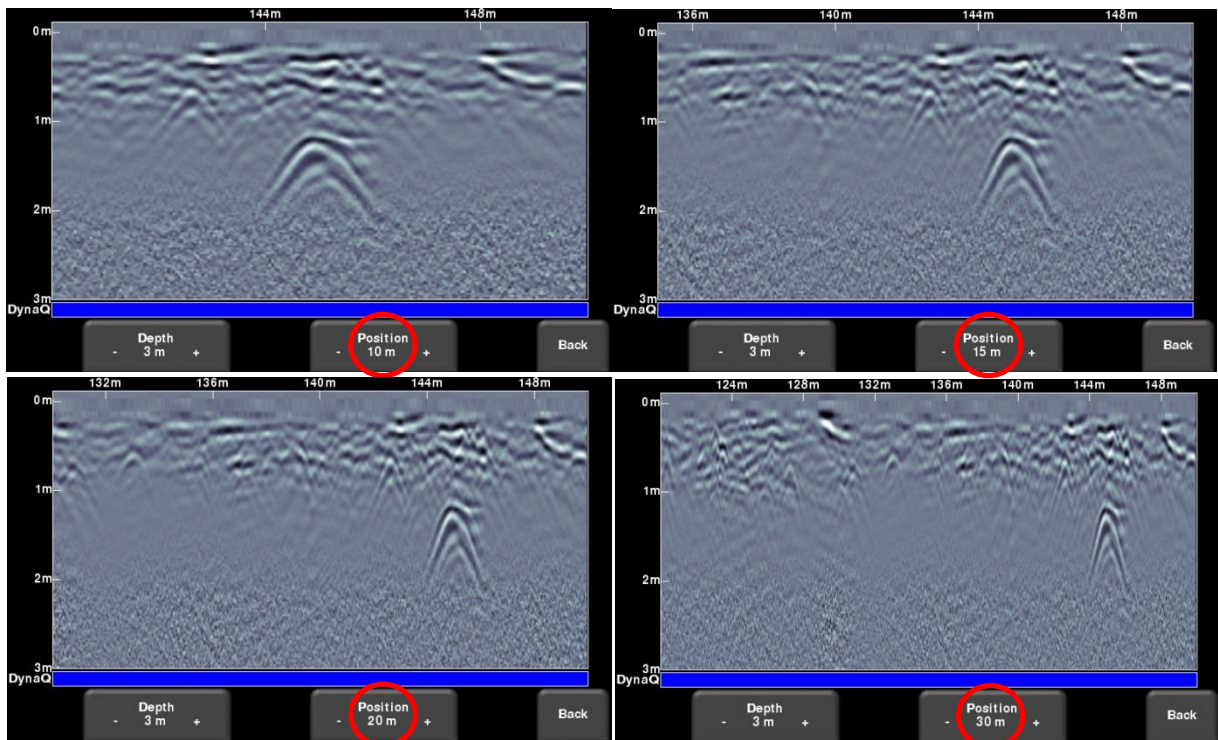

Abbildung 8-7: Unterschiedliche Position oder horizontale Skalierung
- **Position** – Durch Drücken der Schaltflächen **+** und **-** unter der Schaltfläche **Position**, können Sie die Länge der Datenanzeige auf einem einzelnen Bildschirm ändern. Dies wird auch als horizontale Skalierung bezeichnet. Die voreingestellten Werte reichen von 10m bis 30m (US: 25' bis 100'), siehe Abbildung 8-7.